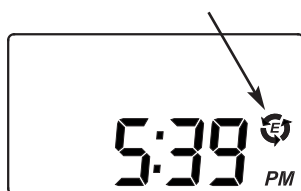

FIG. 39
3. Appuyez trois fois sur le bouton CHOISIR pour revenir à l'écran de fonctionnement normal (consultez la figure 39).